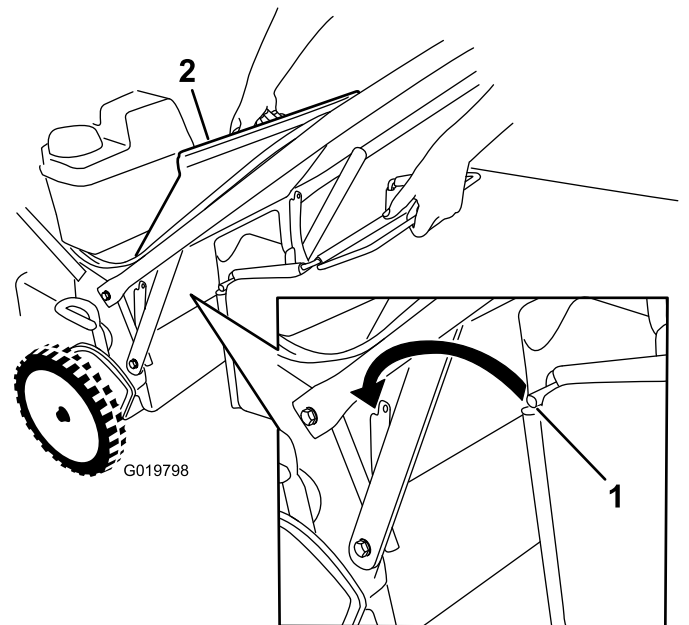

Figura 22
- Levante y sujete el deflector trasero (Figura 22).
3. Instale la varilla de la bolsa en las muescas de la base del manillar, y mueva la bolsa hacia adelante y hacia atrás para verificar que la varilla está asentada en el fondo de cada muesca; consulte Figura 22.